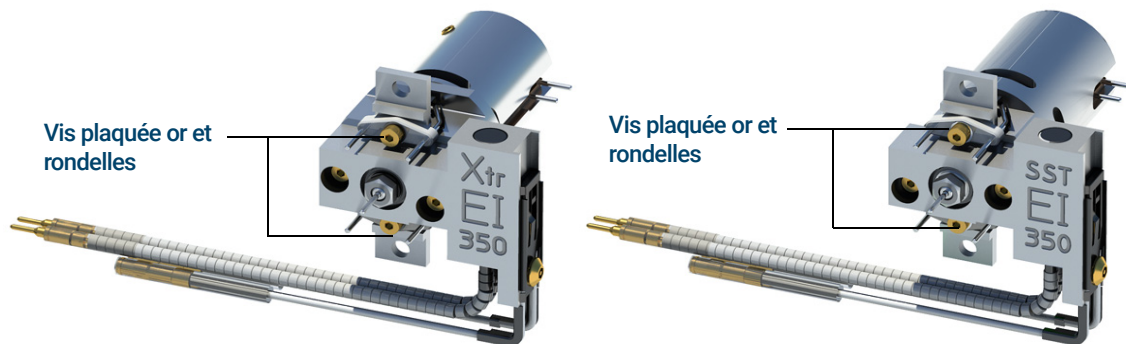

Figure 64. Remplacement du filament
- 4 Déposer la vis plaquée or et la rondelle du filament. (Voir **Figure 64** page 215.)
- 6 Fixer le nouveau filament avec la vis plaquée or et la rondelle. (Voir **Figure 64.**)